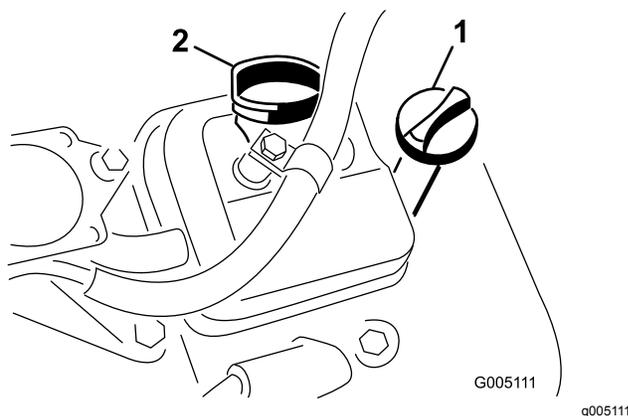

Figure 32
- Remettez la jauge dans le tube et vissez-la dedans (Figure 32).